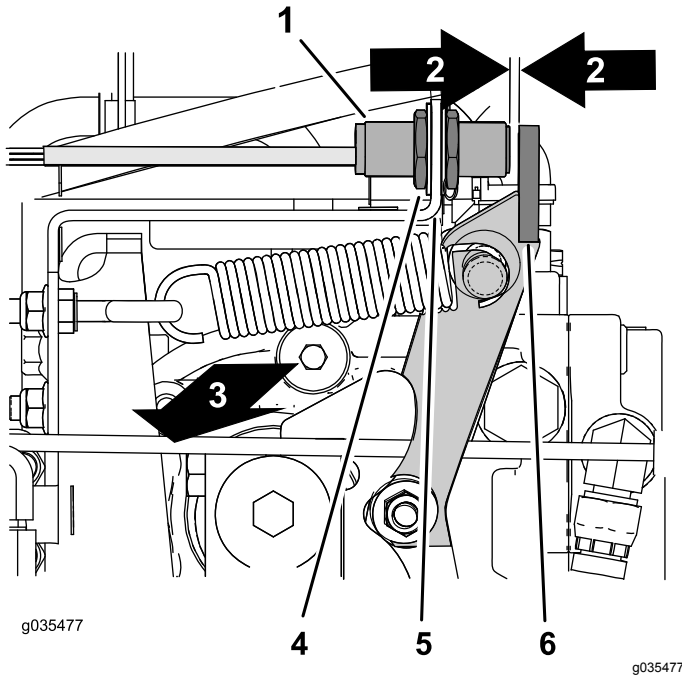

Figure 68
- Localisez le capteur de proximité sur la pompe hydraulique supérieure droite (Figure 68).
- Vérifiez que le support du capteur de proximité n'est pas courbé et que le voyant au dos du capteur est allumé (Figure 68).
- Desserrez les écrous de blocage de chaque côté du support du capteur (Figure 68).
- Réglez les écrous de blocage de manière à obtenir un jeu de 2,5 à 3,6 mm entre l'extrémité du capteur de proximité et la bride du bras de point mort (Figure 68).
- Resserrez les écrous de blocage (Figure 68).